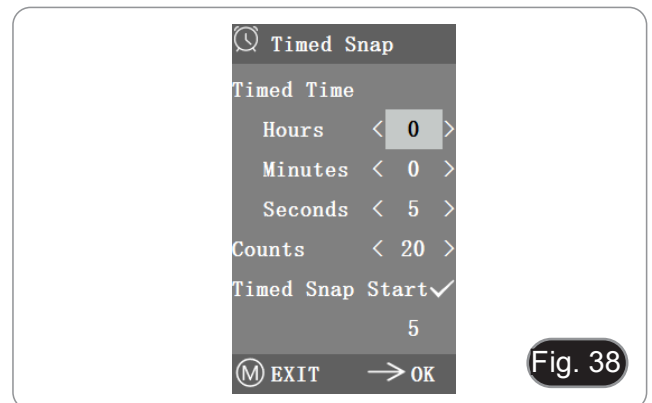

Fig. 38
2. Neste ponto, o número salta abaixo. Este é o número de fotos que foram tiradas com sucesso até agora. (Fig. 38)